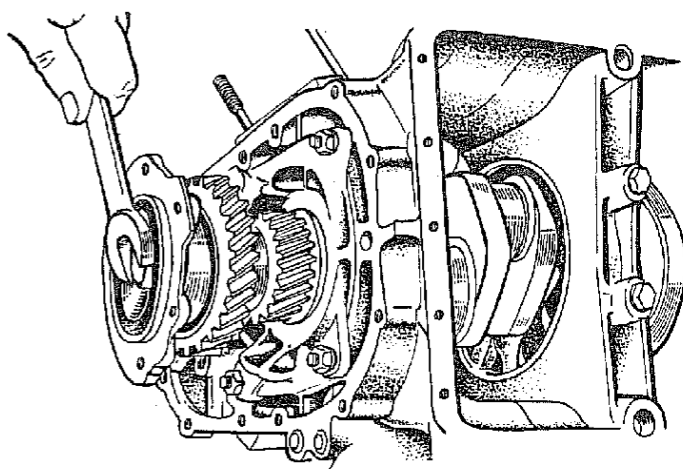

Рис. 28. Проверка проворачивания коленчатого вала
1.45. Проверить легкость вращения коленчатого вала (рис. 28).